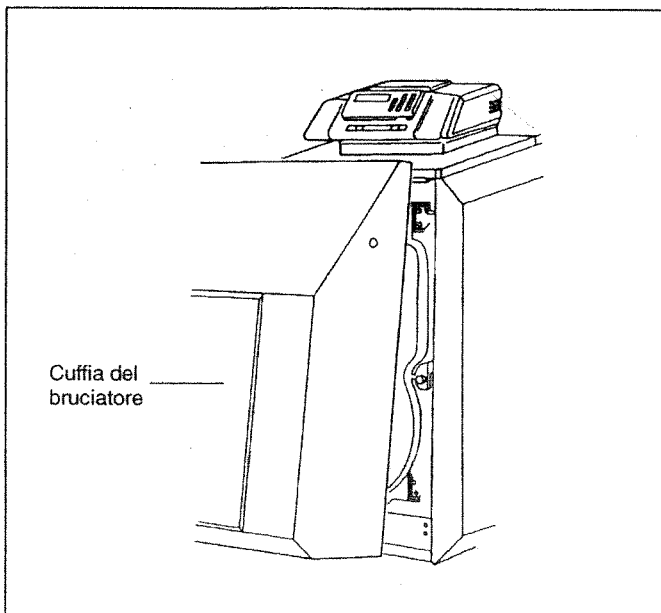

Fig. 6 Cuffia del bruciatore G215 U
- Nel modello G215 U in primo luogo sollevare la cuffia del bruciatore (Fig. 6).